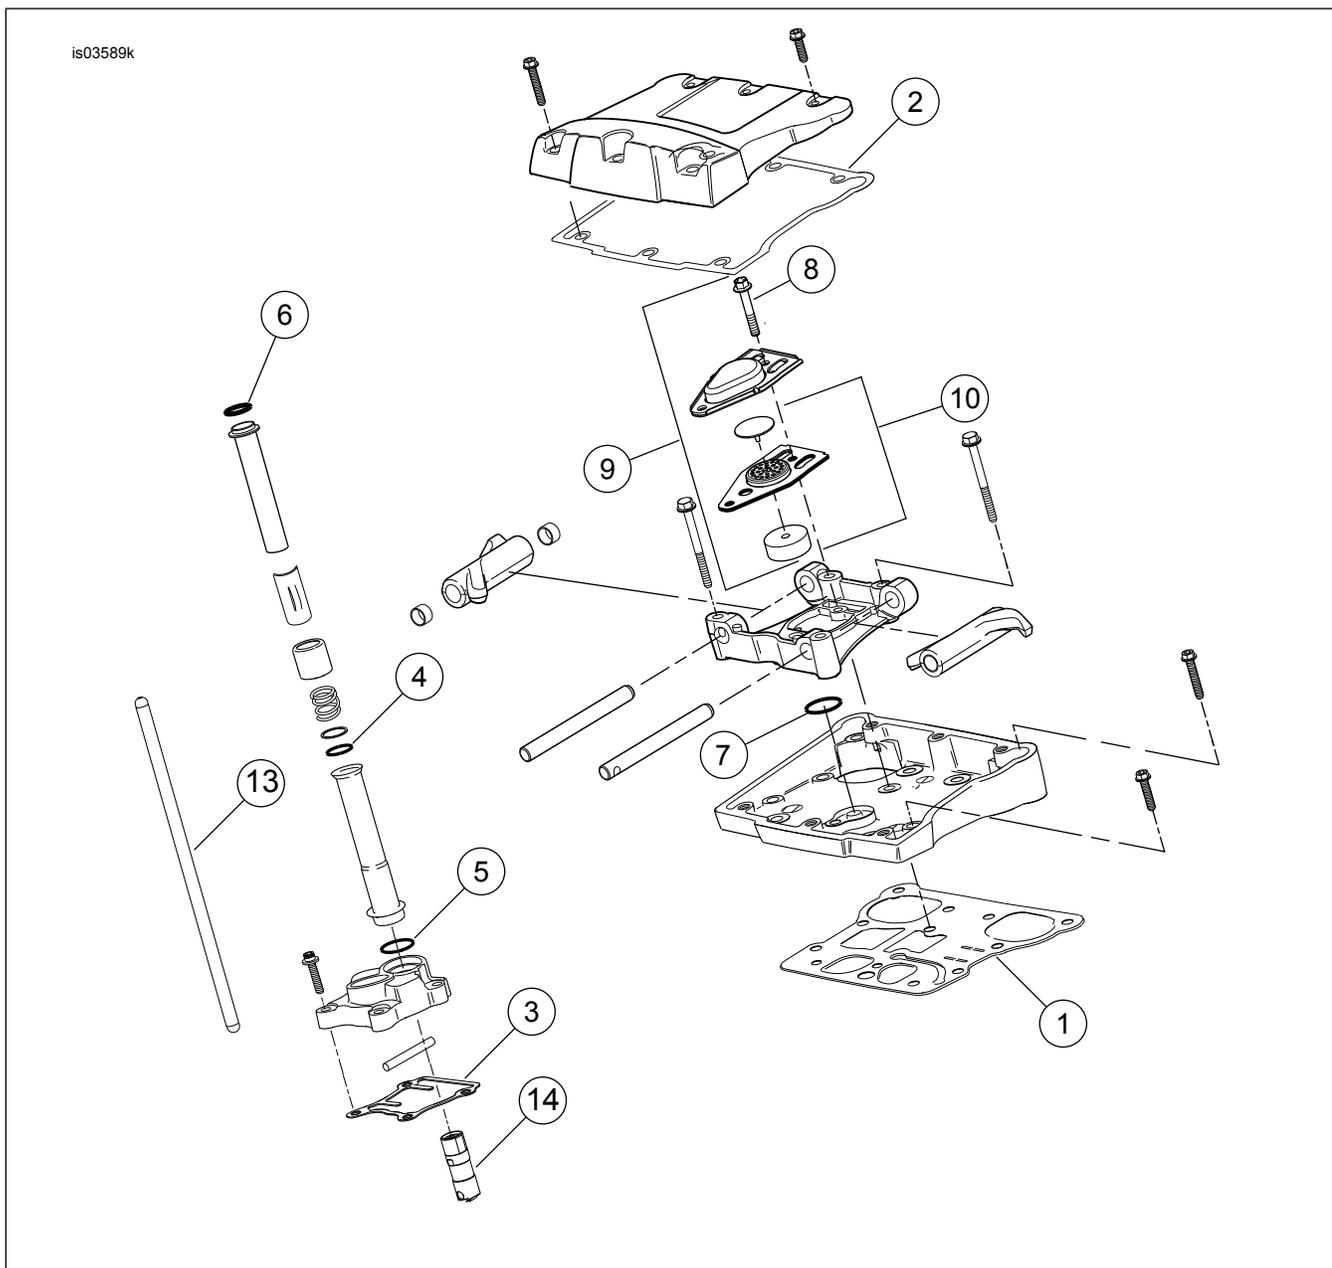
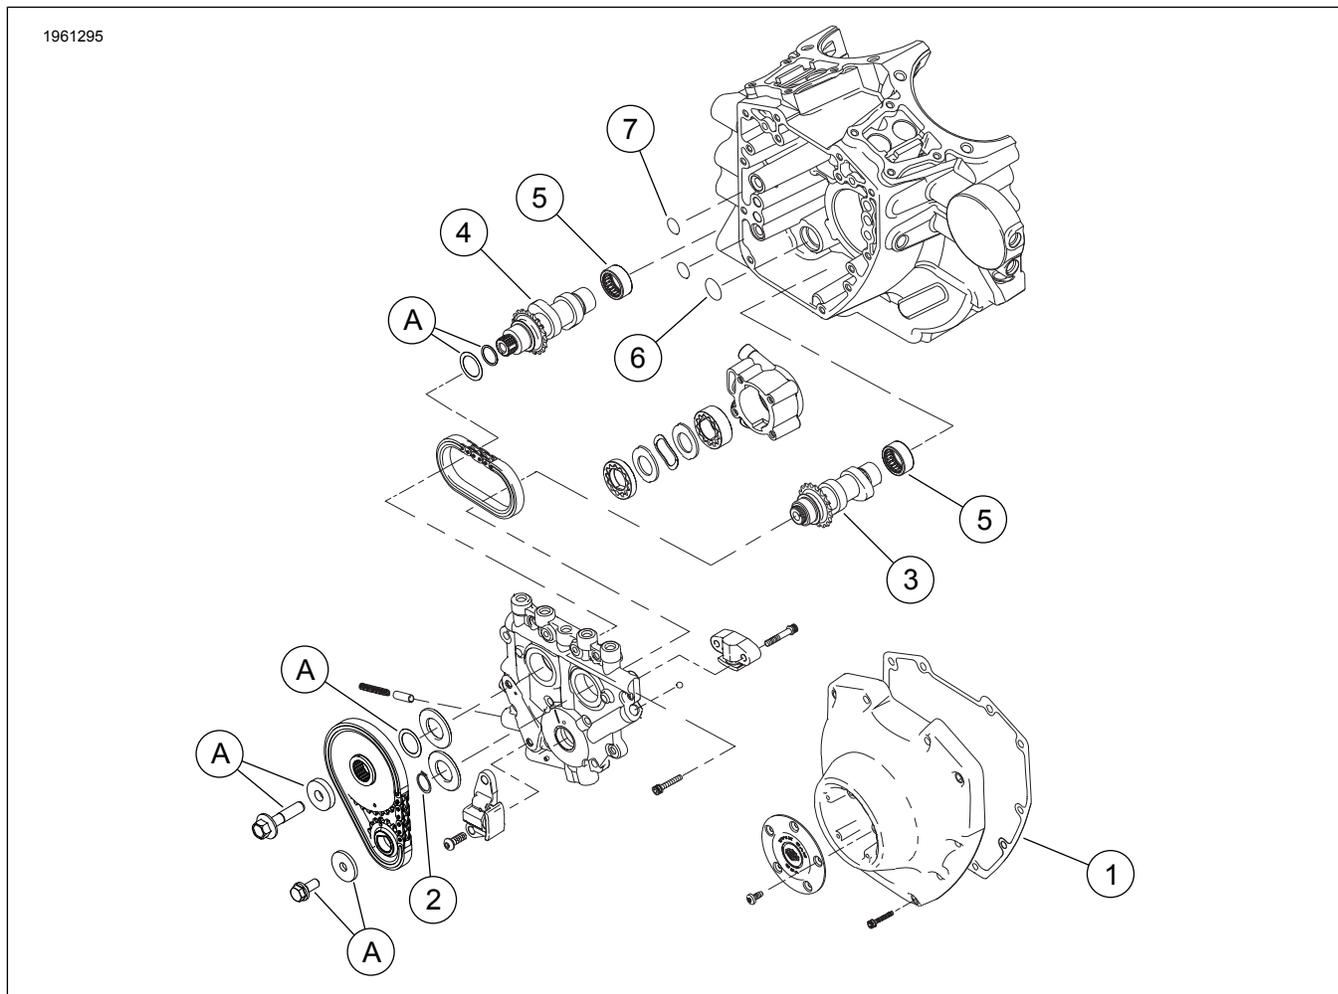

Figure 2. Pièces de rechange : Ensemble Screamin' Eagle TC 103 (1 690 cm³) Stage 4
Figure 3. Pièces de rechange : Ensemble Screamin' Eagle Pro TC 103 (1 690 cm³) Stage 4
Consultez Figure 2 à Figure 3 et Tableau 2 à Tableau 3.
1. Consultez Figure 3 . Inspectez les roulements des aiguilles à cames (5) et remplacez-les, si nécessaire.
2. Consultez Figure 2 jusqu'à Figure 3. Assemblez les cames sur l'arbre à cames, les culasses haute performance et la partie supérieure du moteur en utilisant les pièces de l'ensemble. Consultez le manuel d'entretien.